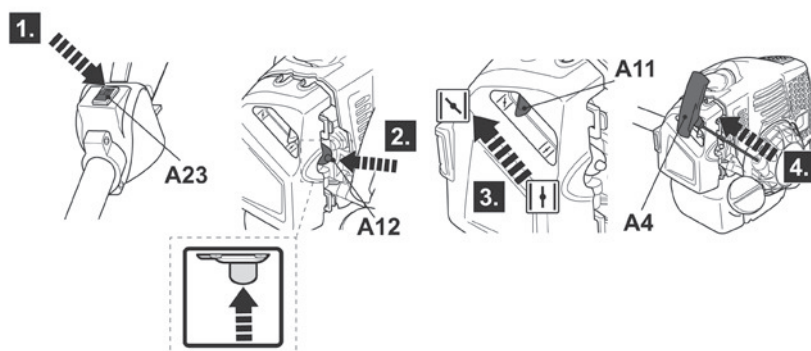

Fig. 40
- > Apoye firmemente el producto, tire del tirador de arranque de retroceso (A4) lentamente hasta que note resistencia y, a continuación, tire del mismo rápidamente. Repita esto hasta que el motor arranque, pero no lo haga más de 5 veces seguidas (Fig. 40).